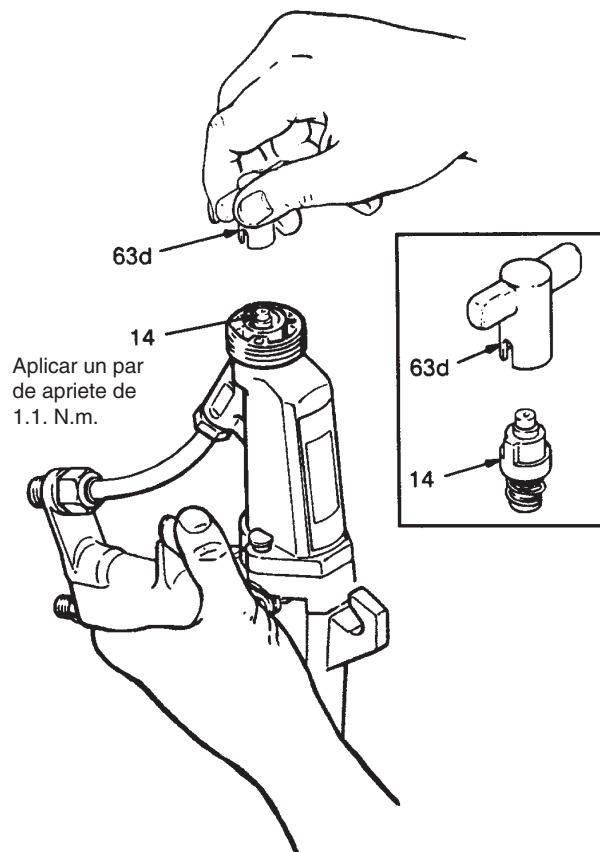

Fig. 12
2. Introducir la llave especial (63d) en la parte anterior de la pistola. Mientras que se presiona el gatillo de la pistola, desenroscar el alojamiento de asiento de bola (14) y extraerlo. Ver Fig. 12.
3. Si se está reemplazando la aguja, insertar la llave especial (63f) en la parte anterior de la pistola. Mientras que se aprieta el gatillo de la pistola, desenroscar el alojamiento del asiento de bola (14) y retirarlo. Ver Fig. 12.